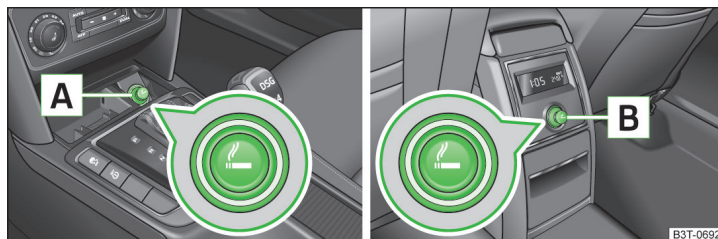
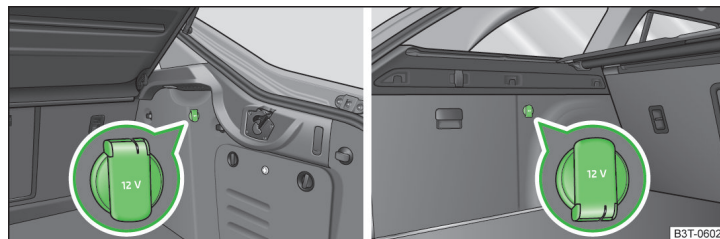

Fig. 85 Consola central: encendedor delante / encendedor detrás
Fig. 87 Maletero: caja de enchufe Superb / Superb Combi
- Pulsar el botón del encendedor **A** o **B** » fig. 85.
El enchufe de 12 voltios (en lo siguiente solamente como enchufe) se encuentra en la consola central adelante **A** » fig. 85 de la página 96, en la consola central atrás **B** » fig. 85 de la página 96 y en el maletero » fig. 87.
➤ Retirar la cubierta de la caja de enchufe o el encendedor » fig. 85 de la página 96 o abrir la cubierta de la caja de enchufe » fig. 87.